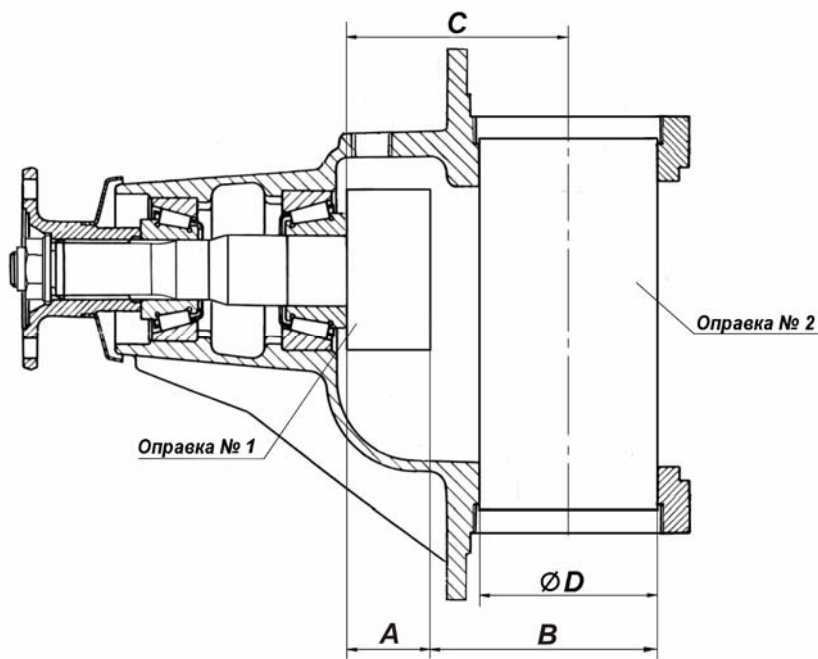

Рис. 4.48. Схема регулировки положения ведущей шестерни
- измерить размер **В** (рис. 4.48) от заднего торца оправки № 1 до диаметра **Д** оправки № 2;